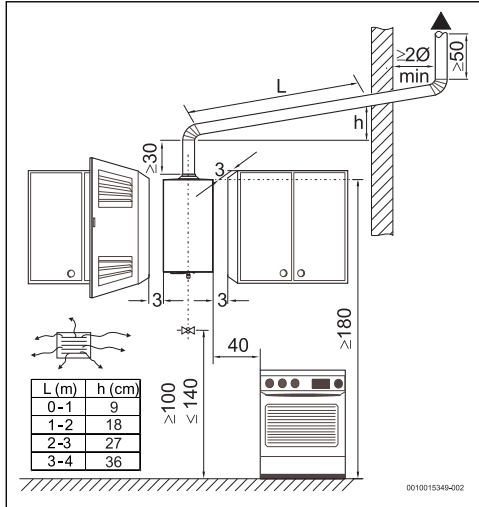

Fig. 10 Distâncias mínimas (cm)
- ▶ Respeitar as medidas mínimas de instalação indicadas na Fig. 10.
- ▶ Assegurar o bom acesso nos trabalhos de manutenção, respeitando as distâncias mínimas indicadas na Fig. 10.